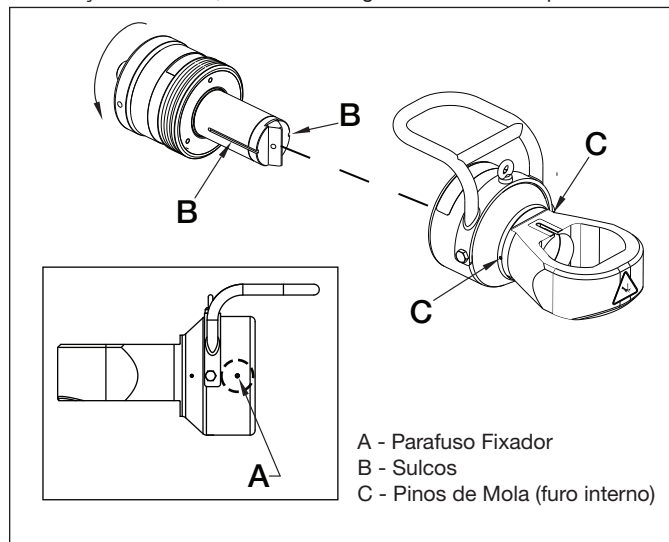

Figura 3, Montando o Cilindro e a Cabeça de Corte
2. Afrouxe o parafuso fixador plástico (Figura 3, item A) localizado no tambor da cabeça de corte.
3. Insira o cilindro na cabeça, alinhando os rasgos axiais no prendedor de lâminas (Figura 3, item B) com pinos de mola (Figura 3, item C) no furo da cabeça de corte. Uma vez alinhado, gire o cilindro na direção mostrada, de forma a engatar as roscas do parafuso.
3. Se apertado, afrouxe o parafuso fixador de plástico, localizado no tambor da cabeça de corte. Ver Figura 3, item A.
3. Se apertado, afrouxe o parafuso fixador de plástico localizado no tambor da cabeça de corte. Ver Figura 3, item A.